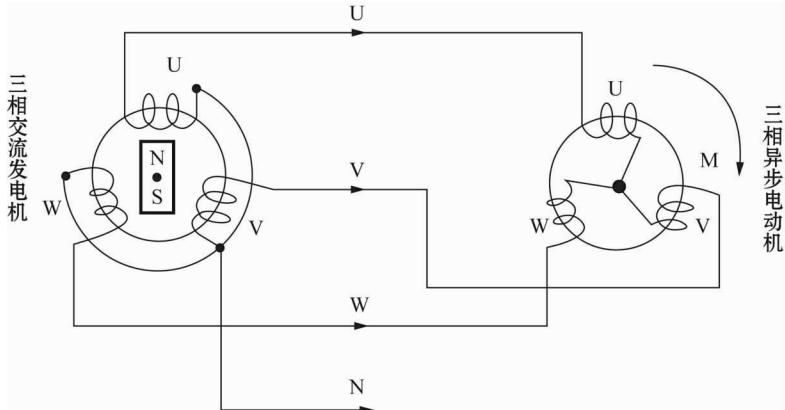

图 1-11 旋转磁场的产生
(1) 三相交流发电机的 U、V、W 三相绕组(称三相电源)在相位上互差  $120^\circ$ (电角度),其输出电压是按电源的相序 U、V、W 周而复始的顺序依次达到最大值。所以,可以认为:三相交流电是按其相序 U、V、W 依次循环供电的,如图 1-11 所示。
(2) 三相异步电动机的三相定子绕组又是相互错开  $120^\circ$ (电角度)安放在定子圆周上。当电动机的三相定子绕组通入三相交流电后,三相绕组便按电源的相序 U、V、W 轮流循环得电和产